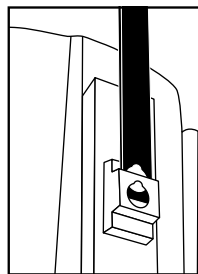

Fig. 1
1. Fixer le support à filtre aux rails situés à l'arrière du filtre en alignant les gouttes d'eau, tel qu'illustré (Fig. 1).